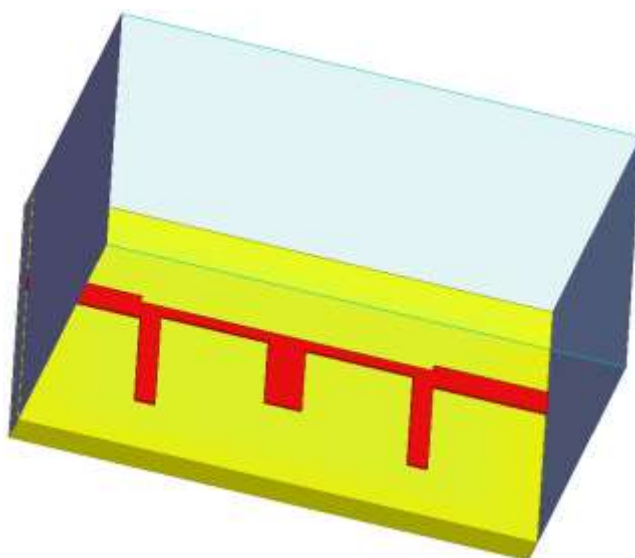

Рисунок 1
1. Создать модель СВЧ фильтра (см рис. 1) в микрополосковом исполнении и произвести анализ его характеристик с использованием решателя **Driving Modal**. Фильтр располагается в экранированном корпусе размерами $a \times b \times (d + h)$, где $a = 5$ мм – ширина корпуса фильтра, $b = 9.15$ мм – его длина, $h = 0.5$ мм – толщина подложки из материала с $\varepsilon = 10.73$ ($\text{tg } \delta = 10^{-4}$), $d = 5$ мм – ширина воздушного промежутка над платой фильтра. Расстояние от центра подводящих полосков до края платы $a_1 = 2$ мм. Толщина металлизации проводящего рисунка платы фильтра $t = 0.05$ мм. Материал всех проводящих элементов конструкции фильтра, включая стенки корпуса – медь с удельной проводимостью $\sigma = 5.8 \cdot 10^8$ См / м. Внешний вид топологии фильтра с размерами представлен на рис. 2.